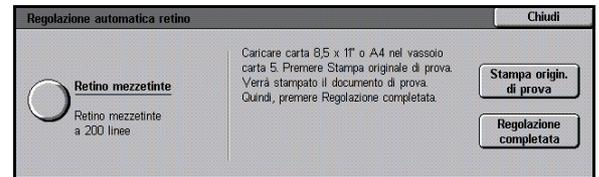

Fig. 52: Schermata Regolazione automatica retino
- 2 Selezionare l'icona **Regolazione automatica retino** per visualizzare la schermata corrispondente, illustrata in Fig. 52.